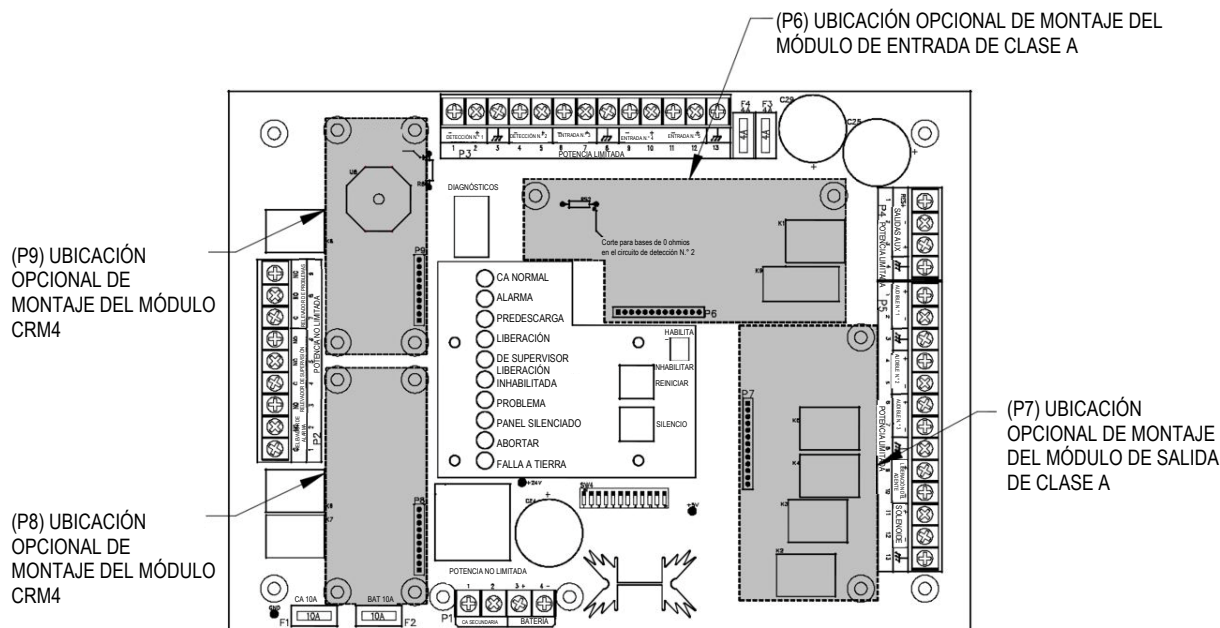

Figura 26 Ubicaciones opcionales de montaje de los módulos
Paso 1: ubique los cinco pernos de presión roscados provistos en la caja posterior del gabinete para el montaje del controlador SHP-Pro. Ver figura 26.
Paso 1: ubique los cuatro pernos de presión roscados provistos en la caja posterior del gabinete para montar el transformador de CA. Ver figura 26.